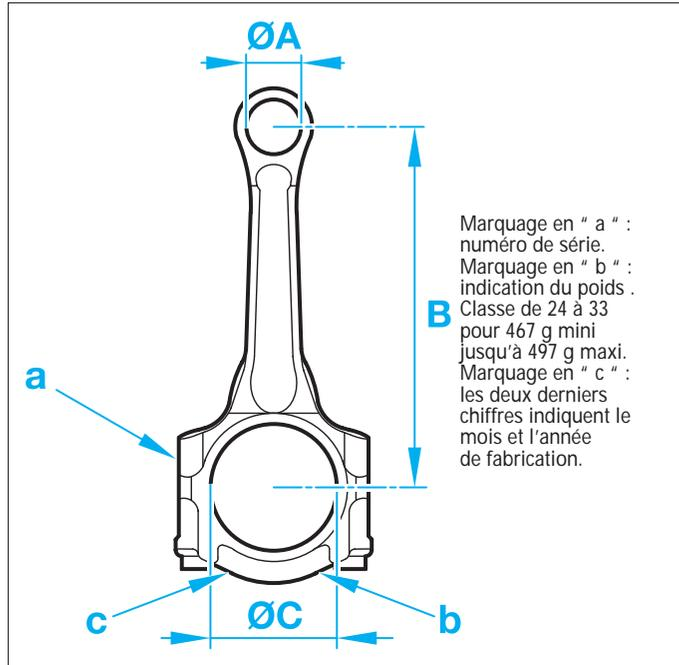

FIG. 9
Entraxe (B) (Fig.9) : 133,5 ± 0,03 mm.